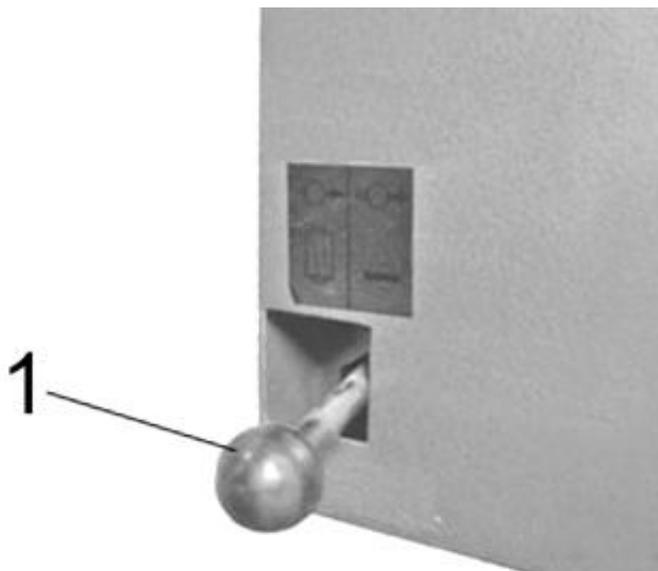
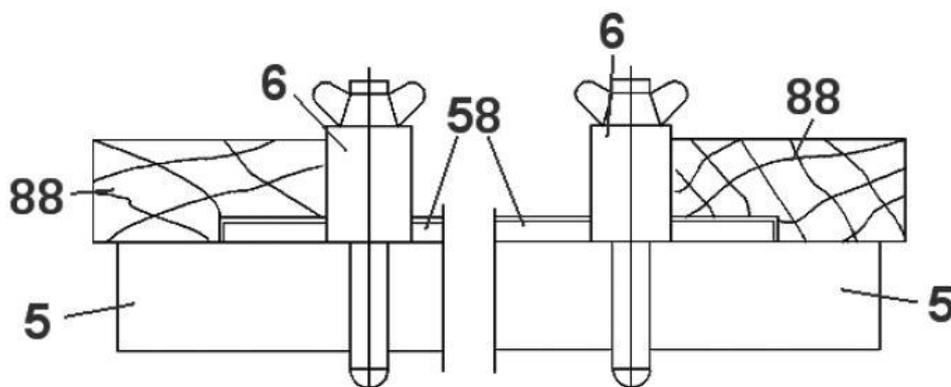

Рис. 21
Рис. 26
- Для переключения между режимами требуется направить в нужное положение переключатель режима работ 1 (Рис. 21).
- Выборка четверти выполняется с левой или с правой стороны приёмного стола (5) (Рис. 26), для чего, соответственно, установите три строгальных ножа (89) (Рис. 21) в торце рабочего вала (58) (Рис. 22, 26) строго в одной плоскости так, чтобы они выступали за торцевую плоскость рабочего вала (58) (Рис. 22, 26), но не более чем на 0.05 мм.
- Установите и закрепите в выбранном положении направляющую планку (6) (Рис. 26) строго параллельно краю приёмного стола (5) (Рис. 26).
- Скорость подачи заготовки (88) (Рис.26) обеспечивается ручным усилием оператора. При этом учитывайте ширину и глубину строгания, степень влажности, плотности и однородности древесины.